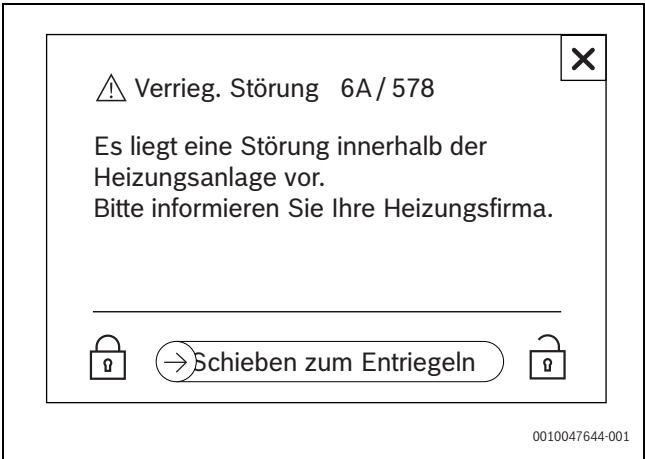

Bild 91 Verriegelnde Störung (Beispiel)
- ▶ Entriegelung erfolgt über → **Schieben zum Entriegeln** (→ Bild 91).